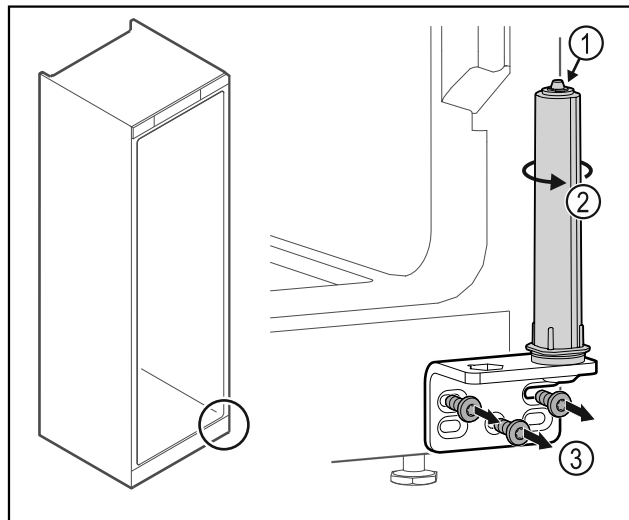

Fig. 21
- Deursluitsysteem niet uit elkaar halen Fig. 21 (1).
- Sluitsysteem Fig. 21 (2) draaien tot het klikt.
- Scharnierhoek Fig. 21 (3) losschroeven.